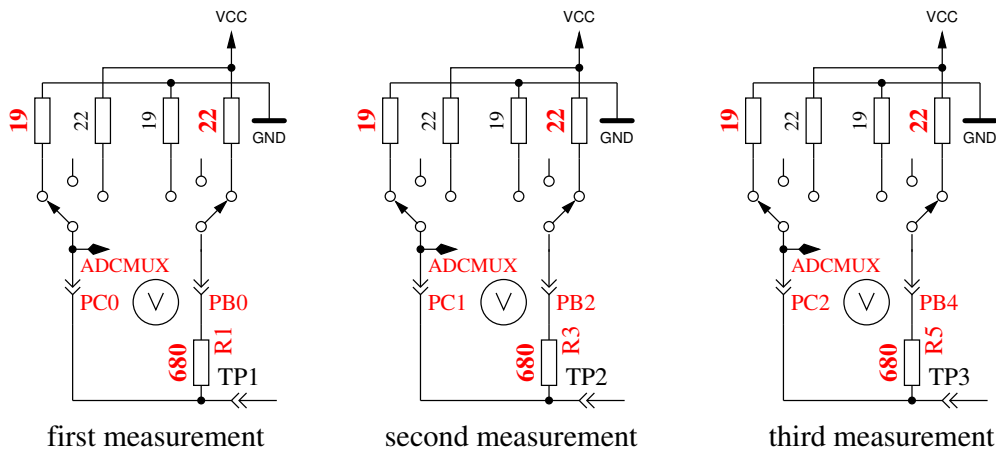

Рис. 5.63. Измерение внутреннего сопротивления порта С подключением выходных контактов к GND
8. **Измерение внутреннего сопротивления порта подключением выходных контактов к GND.** Этот и следующие тесты будут проведены, если выбрана опция AUTO_CAL. Внутреннее сопротивление порта С с выходами, подключенными к GND, измеряется по току через подключенные к VCC (+5 V) резисторы $680\ \Omega$, смотри рисунок 5.63. Могут быть измерены только три вывода порта АЦП. Внутреннее сопротивление портов В (PB0, PB2 и PB4) не может быть измерено без изменения аппаратных средств. Будем считать, что внутреннее сопротивление порта для различных портов практически одинаково. Величина сопротивления будет определена в следующем тесте.